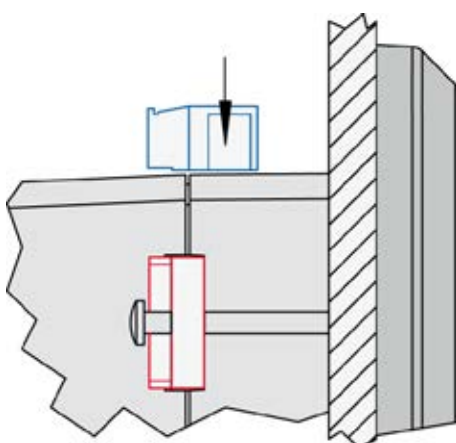

Рис. 15: Подключение терминалов
7. Подключите клеммные рейки проводного соединения (Рис. 15) и зафиксируйте их при помощи боковых винтов.